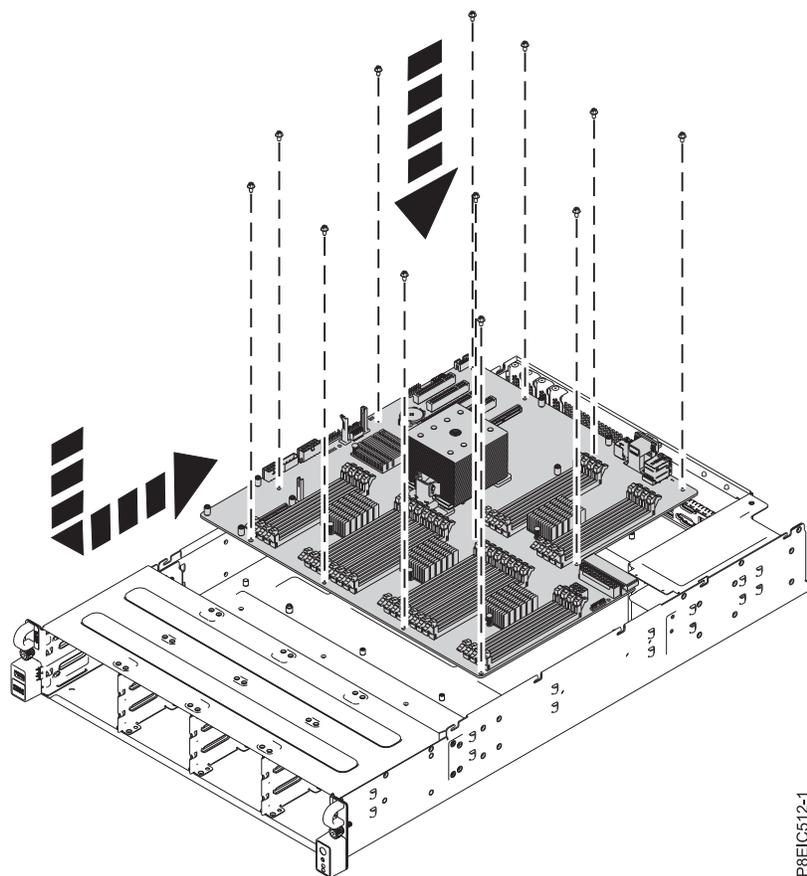

Figura 83. Substituindo o painel traseiro do sistema
13. Mover os cabos frontais para fora do caminho e mantendo cuidadosamente o dissipador de calor do processador, abaixe o painel traseiro do sistema no chassi, deslizando-a em direção à parte traseira do chassi. Consulte a Figura 83.